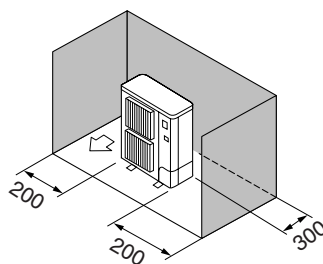

Fig. 2-4
- ③ Kun forhindringer bagved og i siderne (Fig. 2-4)